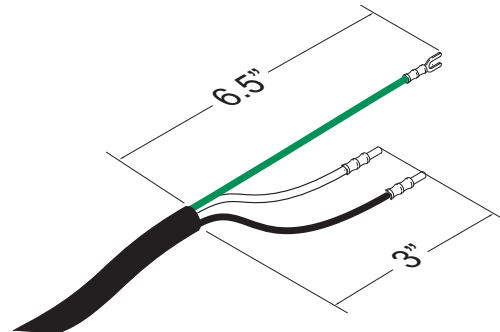

ABB. 5: Netzkabel
- Falls notwendig, Klemmringe verwenden. Siehe ABB. 5.